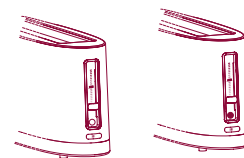

Fig. 8
- 4 Presionar el botón DEFROST ❄; se enciende la respectiva luz (fig. 8).